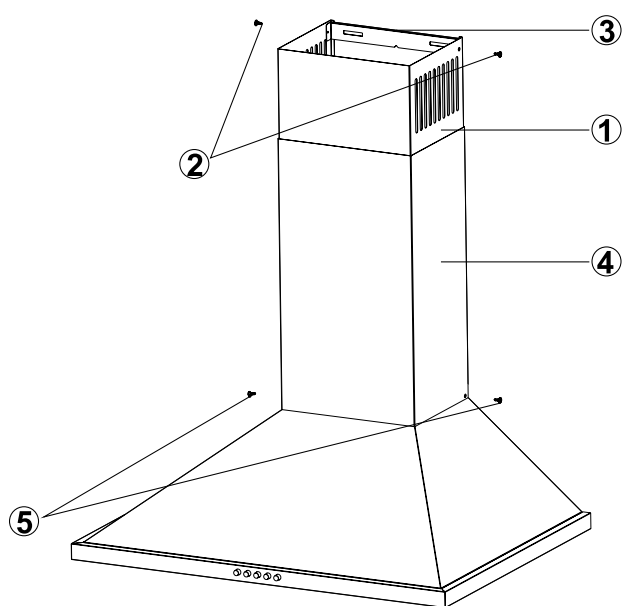

Fig. 13
- Centra rökgasanslutningsskivan (3) på huven, håll den under locket eller mät och markera C, D-punkterna (Fig. 13).
- Borra C, D-punkter med Ø6mm borr och placera Ø6mm plaststift. Placera anslutningsark för skorsten på ytan där 3,9x22 skruvar ska installeras.(Fig. 13)
- Dra ut den inre röckkanalen (1) med skruvar (2) och skruva fast den på röckkanalens anslutningsplatta till höger och vänster (3). (Fig. 13)
- Montera den yttre röckkanalen (4) på huven med 2 skruvar (5). (Fig. 13)